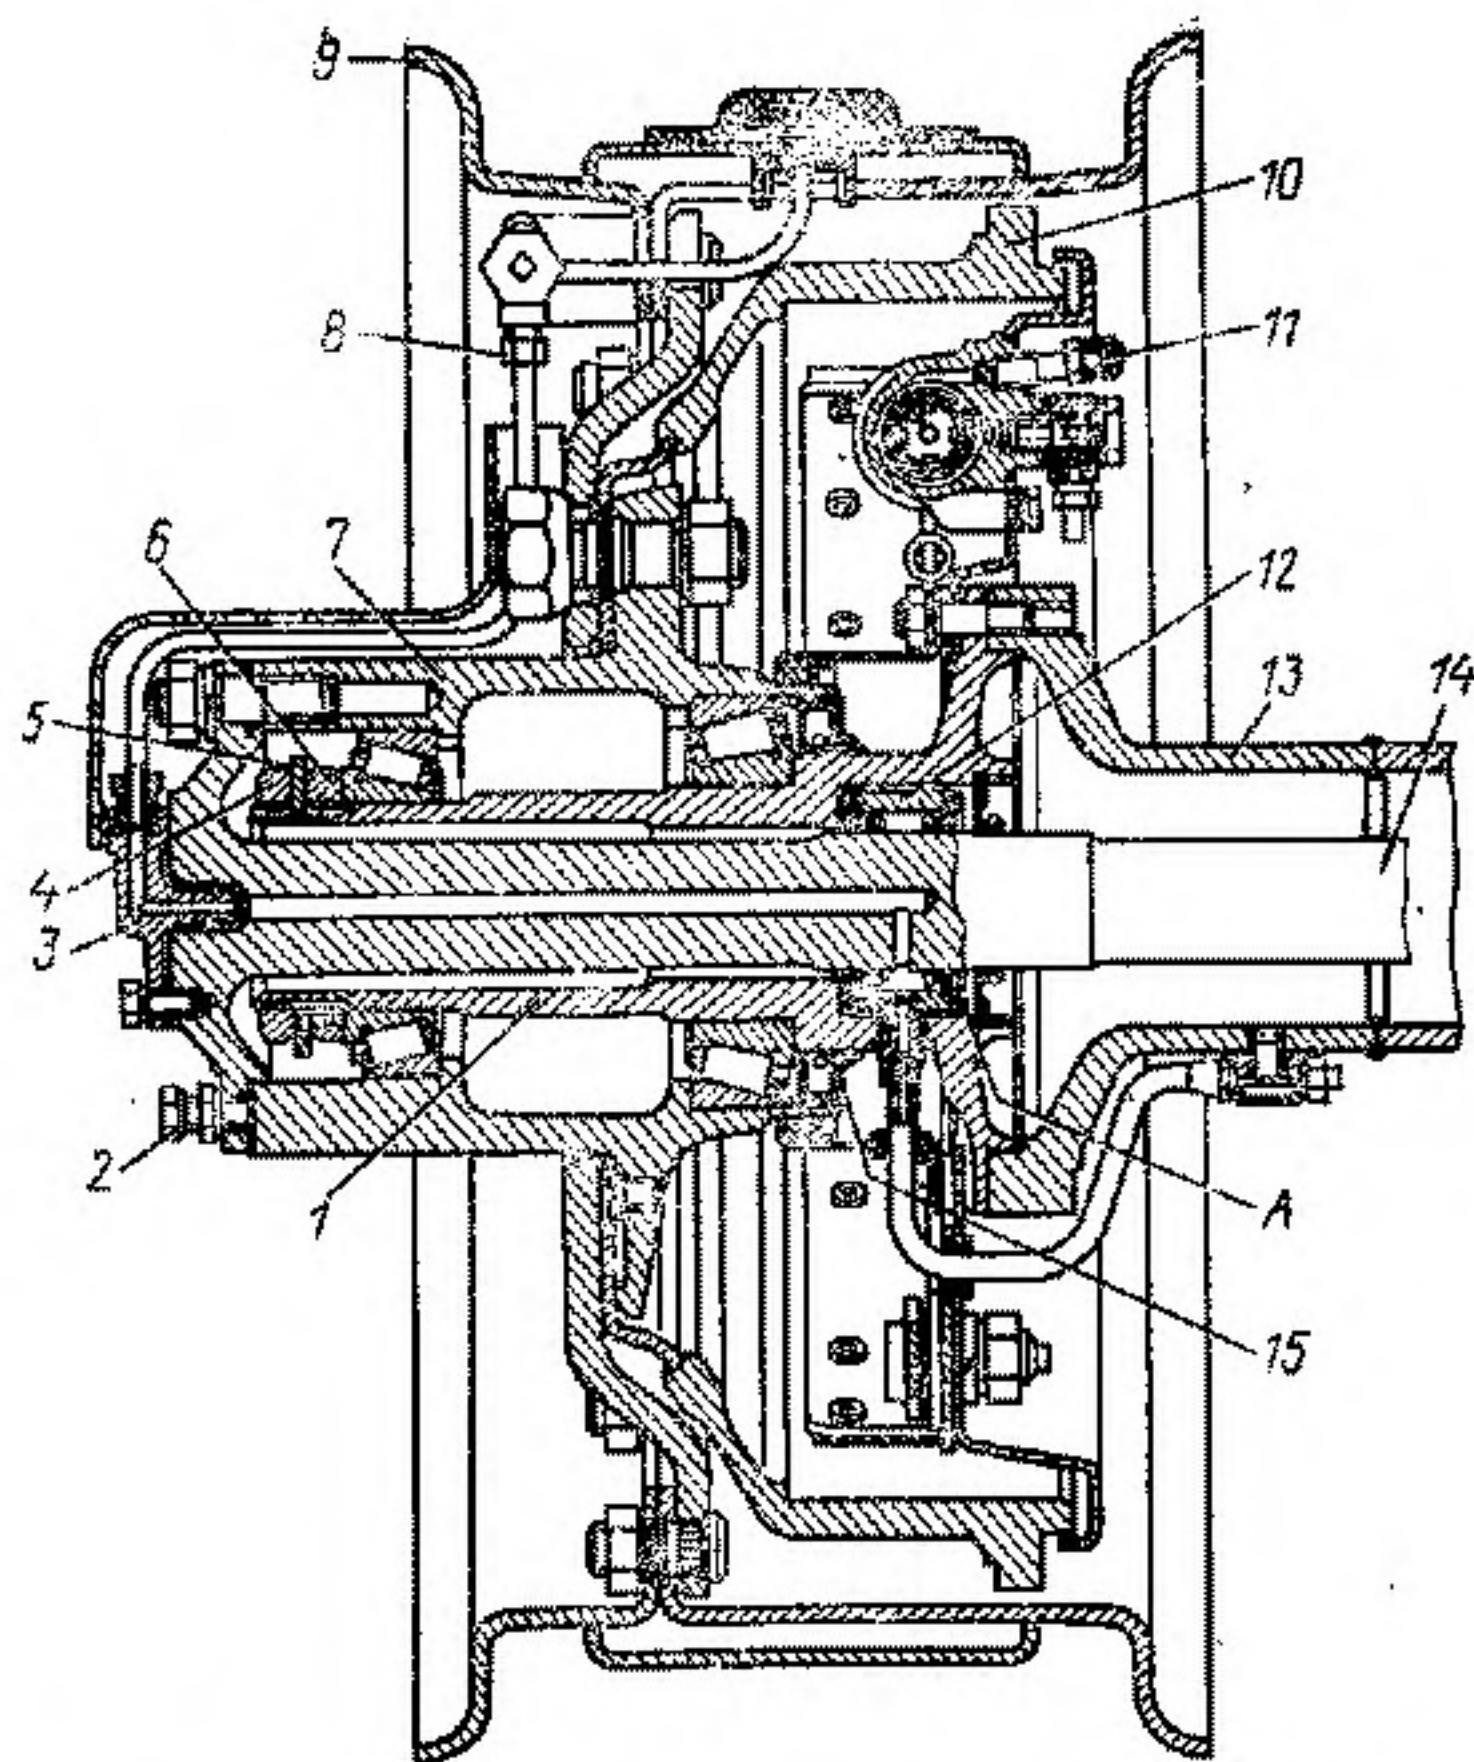

Рис. 51. Задняя ступица и колесо автомобиля ГАЗ-66-11:
3. Отвернуть гайки и вынуть полуось 14 (рис. 51), отвернуть наружную гайку 4, снять стопорную шайбу 5, отвернуть на 1/3—1/2 оборота внутреннюю гайку 6 и проверить, свободно ли вращается колесо.